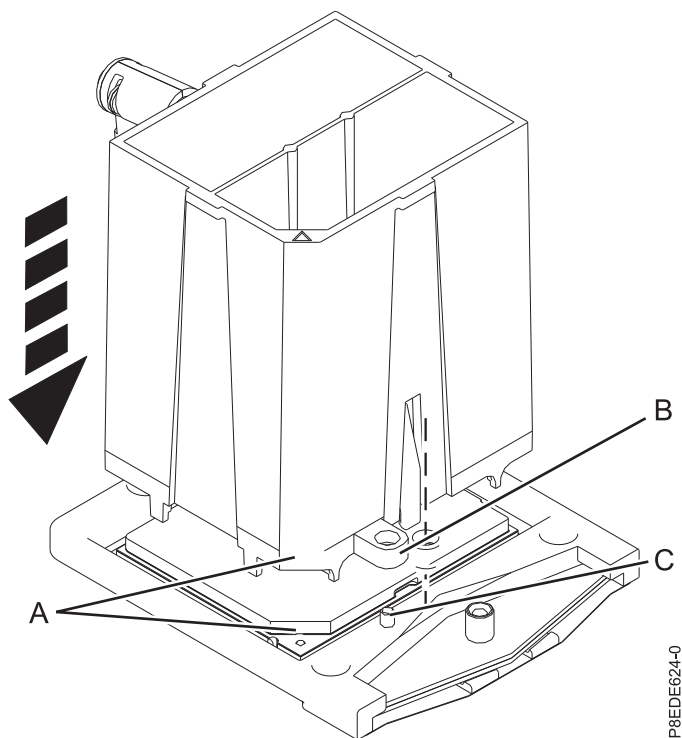

Figure 8. Abaissement de l'outil de retrait sur le module processeur système
- Abaissez l'outil de retrait fourni sur le module de processeur système. L'angle biseauté (A) de l'outil doit être aligné avec l'angle biseauté du module processeur système. Alignez les pattes (B) de l'outil avec les broches (C) du support du processeur. Voir la figure 8, à la page 10.